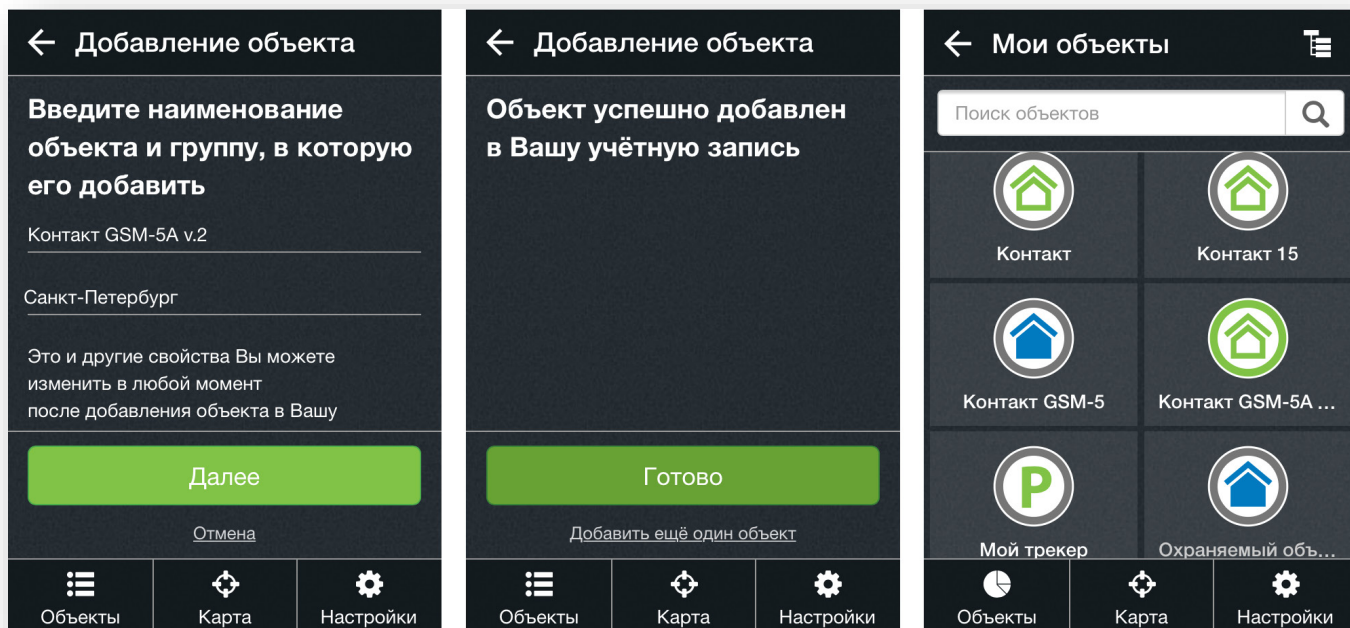

Рисунок 206. Завершение добавления прибора
7. Добавленный объект отобразится в списке объектов (рис. 206).